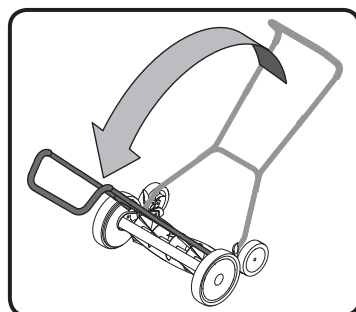

Fig. 5
- En service normal, la lame tourne chaque fois que les roues avant de la tondeuse tournent. Pour déplacer la tondeuse d'un endroit à un autre sans que la lame ne tourne, il suffit de pivoter la poignée au-dessus de la lame et de pousser la tondeuse du côté opposé (Fig.5). En poussant la tondeuse de cette manière (mode de transport), la lame ne tourne pas.